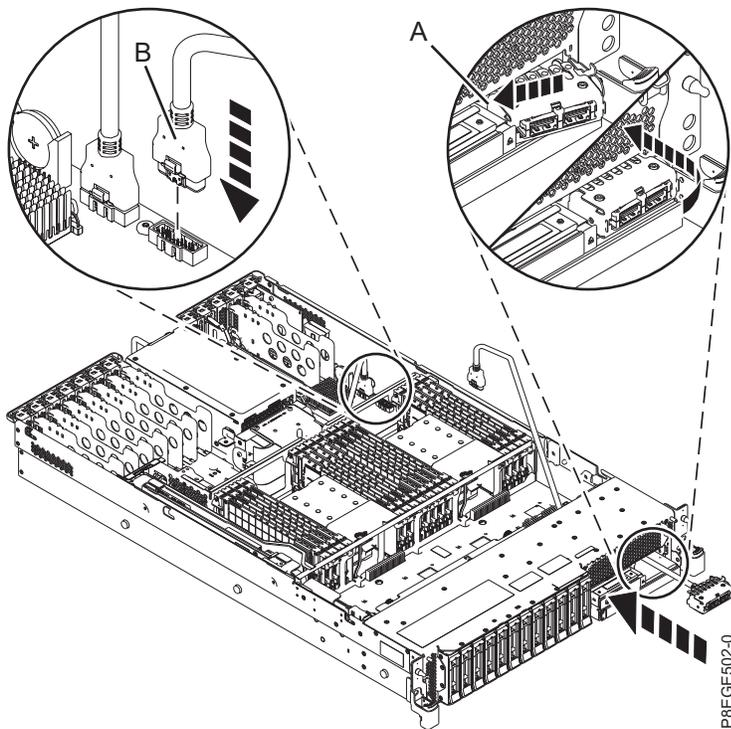

Abbildung 4. Das USB-Kabel an der Vorderseite installieren
2. Stecken Sie das Steckerende in die Öffnung an der Vorderseite des Systems, wie in Abb. 4 auf Seite 7 dargestellt. Führen Sie das Kabel an der rechten Seite des Systemchassis entlang.
3. Verriegeln Sie das USB-Kabelgehäuse in der Öffnung an der Vorderseite des Systems. Stecken Sie dazu die Verriegelungslasche (A) auf der linken Seite des Gehäuses in den Schlitz. Schwenken Sie anschließend das Gehäuse in die Öffnung, bis es rechts einrastet. Siehe Abb. 4 auf Seite 7.
4. Verbinden Sie das USB-Kabel (B) mit dem Anschluss auf der Systemrückwandplatine, wie in Abb. 4 auf Seite 7 dargestellt.